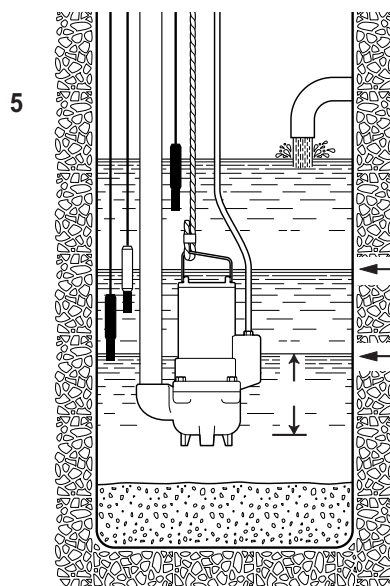
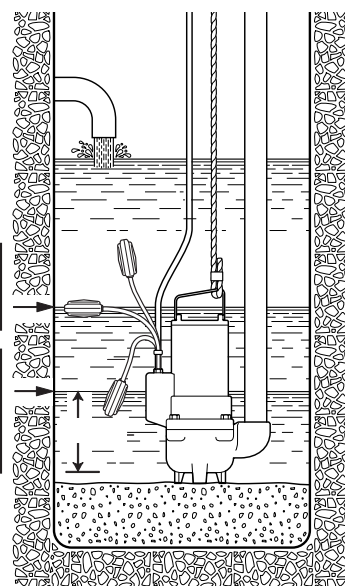

Fig. 3
Fig. 4
- Mobil installation med elpumpen placerad på brunnens eller karets botten (fig. 4) eller upphängd i en vajer eller kedja av motståndskraftigt material som är förankrad vid handtaget eller stödkroken (fig. 3).